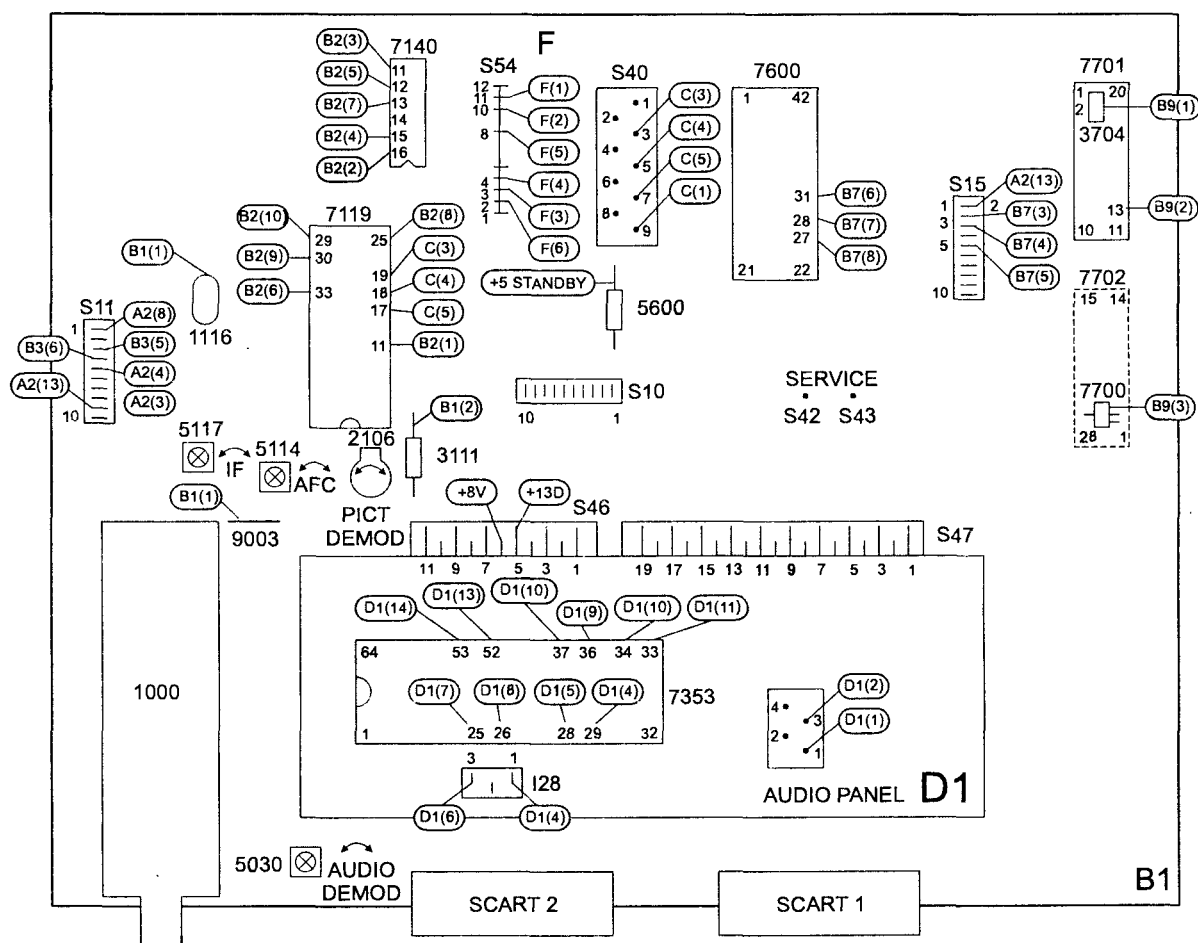

Рис. 5.2. Панель малых сигналов
- панели малых сигналов (LSP) (рис. 5.2).